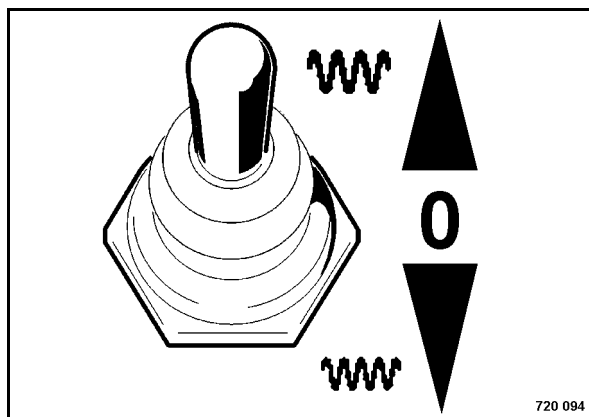

Рис. 43
- Выбрать амплитуду (Рис. 43).